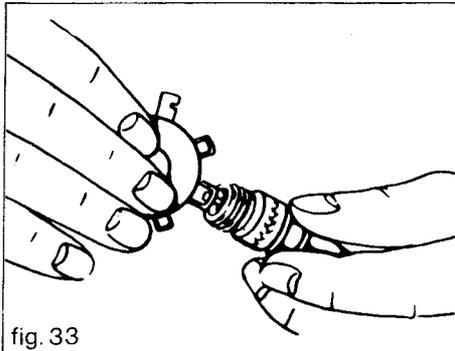

fig. 33
1. Enlever la bougie chaque fois que vous vidangez le moteur (fig. 33).